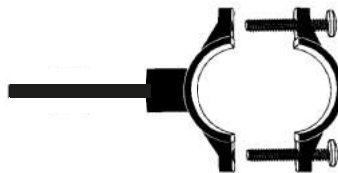

Рис. 8
3. Вставьте отрезок трубки 1/4" в скобу дренажного хомута (**рис. 8**).